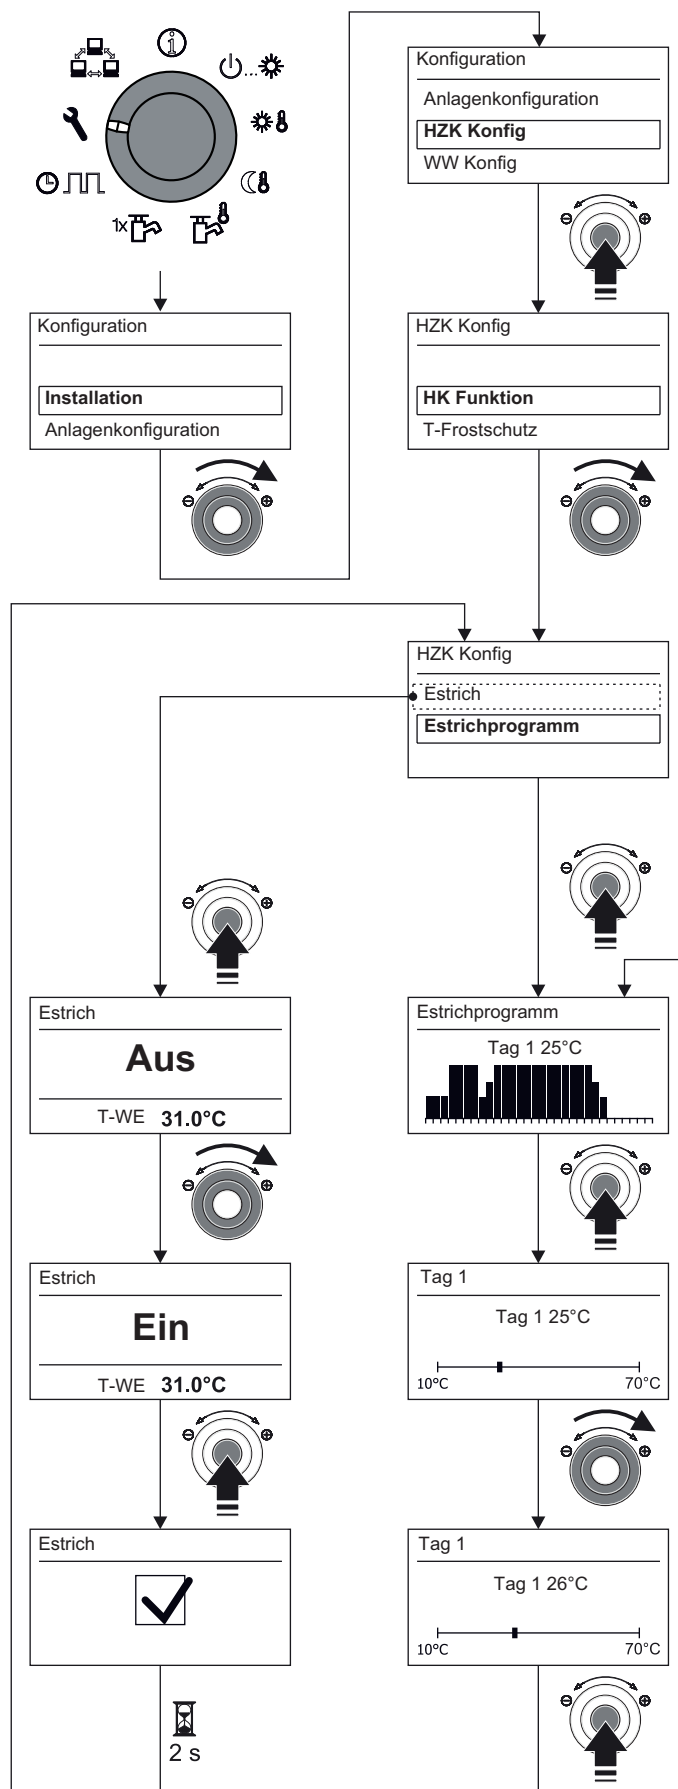

Bild 3-20 Estrichprogramm einstellen
- Einstellungen für das Estrichprogramm kontrollieren und ggf. nach Herstellervorgaben für den Estrich einstellen (siehe Bild 3-20).
- Mit dem Drehtaster den Parameter für die Funktion auf **"Ein"** stellen und durch kurzen Druck auf den Drehtaster bestätigen (siehe Bild 3-20).